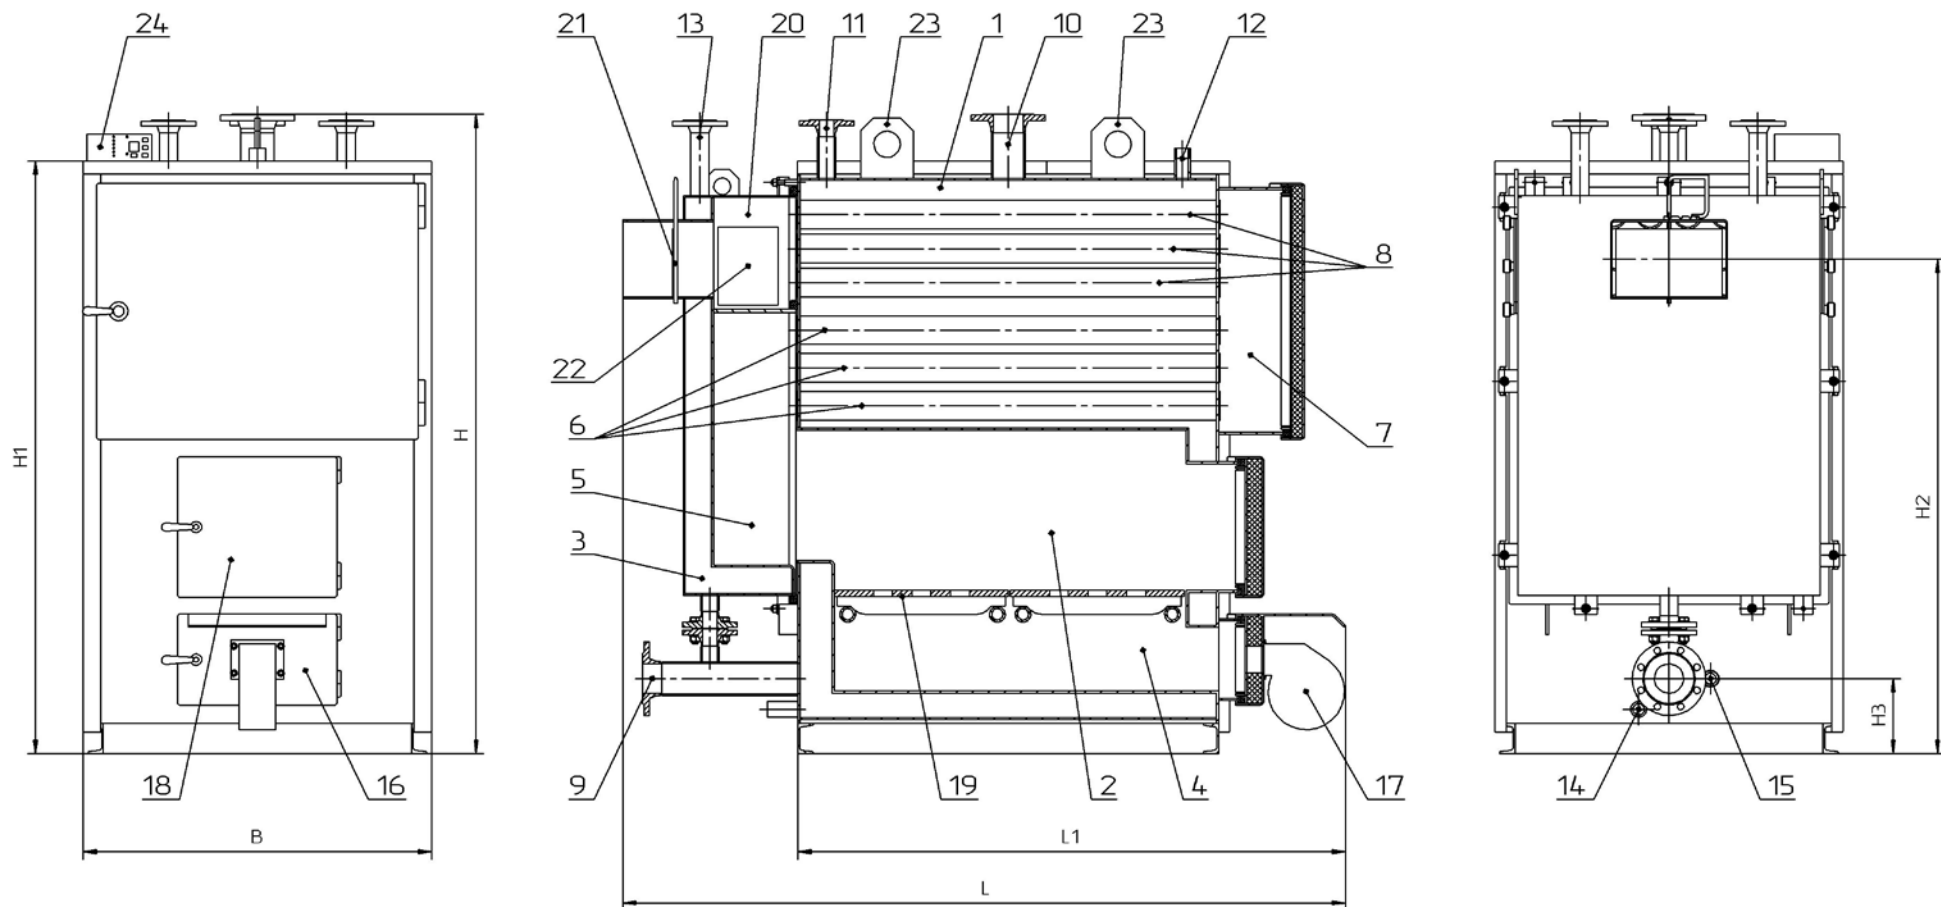

Рисунок 1 – Зовнішній вигляд та основні елементи котла
5.1 Конструктивно котел являє собою горизонтально розташовану циліндричну збірно-зварену конструкцію (рис. 1), що складається з корпусу (поз. 1, рис. 1) з камерою згоряння (топкою) (поз. 2, рис. 1). Для покращення робочих характеристик і максимального відбору тепла в конструкції котла передбачений з'ємний економайзер (поз. 3, рис. 1).
Котел складається з таких зон: подачі повітря на горіння (поз. 4, рис. 1), топки (поз. 2, рис. 1), зони чищення котла (поз. 7, рис. 1), жаротрубного вузла (поз. 6, 8, рис. 1), з'ємного економайзера (поз. 3, рис. 1).
Підведення і відведення теплоносія (води) здійснюється відповідно через патрубки зворотної мережної води (поз. 9, рис. 1) і прямої мережної води (поз. 10, рис. 1).
У верхній частині корпусу котла розташовано патрубок для монтажу запобіжного клапана (поз. 11, рис. 1), а також штуцер для встановлення групи безпеки котла (поз. 12, рис. 1).
У верхній частині економайзера (поз. 3, рис. 1) розташовано два патрубки однакового діаметру (поз. 13, рис. 1), один з яких необхідно використати при монтажу котла для приєднання економайзера до контуру рециркуляції, а інший – для монтажу запобіжного клапана економайзера.
На задній стінці котла окрім патрубка зворотної мережної води розташовано штуцер для зливу води з котла (поз. 14, рис. 1) та штуцер для видалення конденсату з зони подачі повітря на горіння (поз. 15, рис. 1).
Для забезпечення якісного згоряння палива на дверцятах до зони подачі повітря в камеру згоряння (поз. 16, рис. 1) змонтований вентилятор нагнітання (поз. 17, рис. 1).
Завантаження палива проводиться через завантажувальні дверцята (поз. 18, рис. 1).
Порожнина внутрішньої обичайки утворює топочну камеру прохідного типу в якій укладено чавунні колосникові ґрати (поз. 19, рис. 1) для розміщення на них шару палива. Димові гази проходять всередині топки (поз. 2, рис. 1) і далі, через поворотну камеру (поз. 5, рис. 1), проходять всередині жарових труб (поз. 6, 8, рис. 1) після чого надходять до короба збору димових газів (димозбірника) (поз. 20, рис. 1), звідки через патрубок (боров) виводяться в атмосферу по димовій трубі.
5.3 На задній стінці котла за допомогою різьбових шпильок закріплений економайзер із димозбірником. У димозбірнику розташовано шибер тяги топочних газів (поз. 21, рис. 1) та люки для чищення (поз. 22, рис. 1).
5.5 У верхній частині котла (або на боковій стінці) змонтовано блок автоматики управління котлом (поз. 24, рис. 1). У верхній частині корпусу також розташовані такелажні елементи – провусини (поз. 23, рис. 1) – передбачені для підймання котла за допомогою вантажопідйомних механізмів.